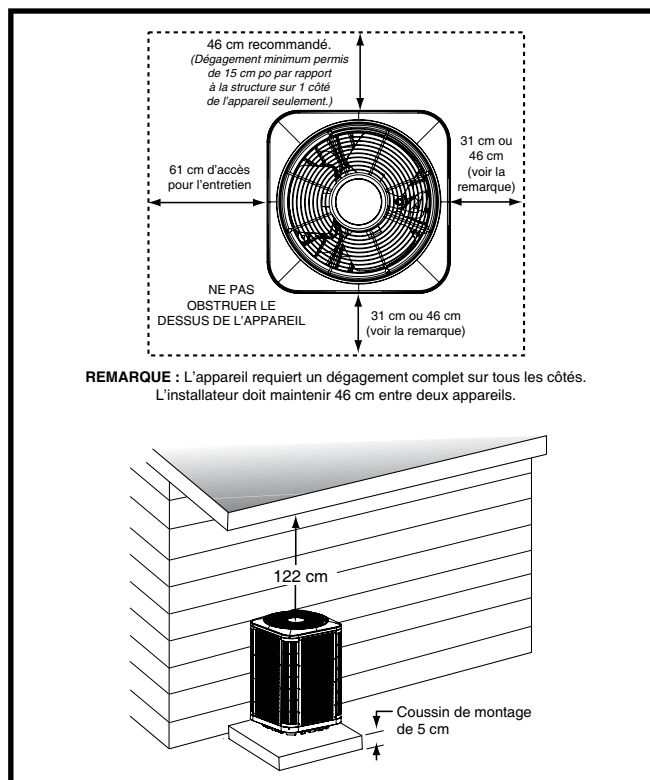

Figure 1. Dégagements requis
- Les obstacles aériens, les zones mal aérées et les zones propices à l'accumulation de débris sont à proscrire. Voyez la Figure 1.
- Un dégagement suffisant pour permettre à l'air de circuler sans obstruction à travers le serpentin extérieur doit être maintenu pour obtenir le rendement nominal. Voyez la Figure 1 pour les exigences relatives au dégagement minimal.